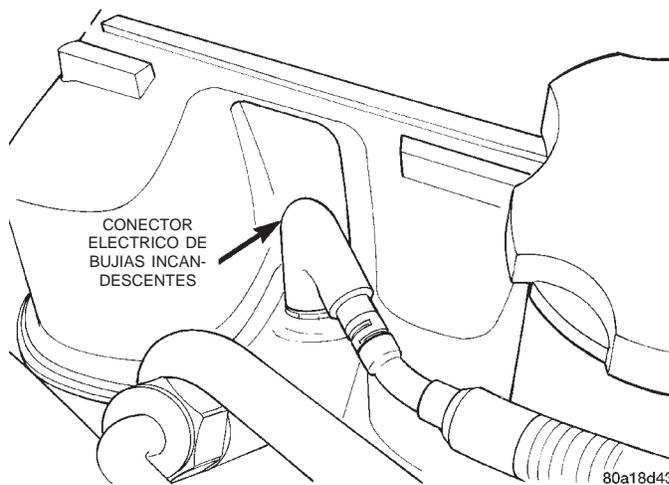

Fig. 9 Conector de bujías incandescentes
(1) Asegúrese de que las conexiones de la batería estén apretadas y sin corrosión.
(2) Asegúrese de que el conector de 60 vías esté completamente acoplado con el Módulo de control del mecanismo de transmisión (PCM).
(3) Asegúrese de que el conector de 68 vías esté completamente acoplado con el ECM.
(4) Verifique que las conexiones eléctricas correspondientes al Relé de parada automática (ASD) estén limpias y sin corrosión. Este relé se encuentra en el Centro de distribución de tensión (PDC). Para informarse de la localización del relé dentro del PDC, consulte la etiqueta en la tapa del PDC.
(5) Verifique que las conexiones eléctricas correspondientes al relé del calefactor de combustible estén limpias y sin corrosión. Este relé se encuentra en el Centro de distribución de tensión (PDC). Para informarse de la localización del relé dentro del PDC, consulte la etiqueta en la tapa del PDC.
(6) Asegúrese de que los conectores eléctricos de los extremos de las bujías incandescentes (Fig. 9) estén apretados y libres de corrosión.